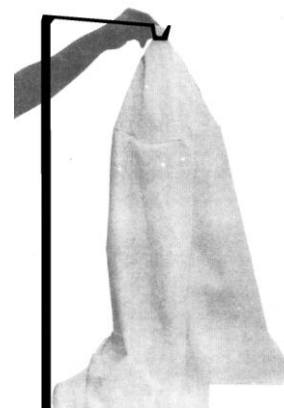

Рисунок 6.
7. Установите и закрепите на корпусе вентилятора стойку с крючком (рис.6.) для поддержки фильтрующего (верхнего) мешка.